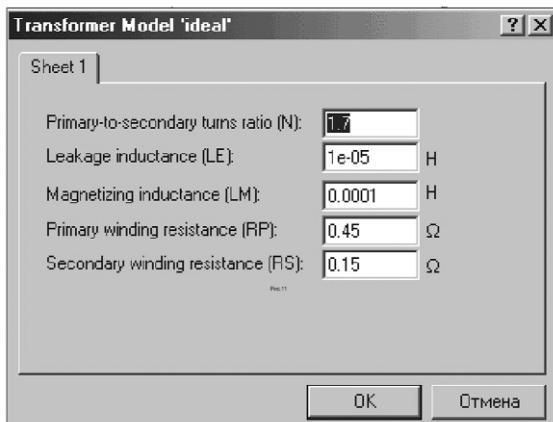

Рис.11
При работе с данной программой наибольшие трудности возникают при выборе модели трансформатора. Дело в том, что заранее его характеристики неизвестны. В программе EWB предусмотрена возможность двух разновидностей трансформаторов линейного и нелинейного. Для нелинейного требуется указать около 40 неизвестных параметров, что не реально. Поэтому выбираем линейный трансформатор, для которого в модели надо указать только 5 величин (рис.11). Первой из них является коэффициент трансформации, равный отношению чисел витков первичной и вторичной обмоток - Primary-to-secondary turns ratio (N). Имея в руках готовый трансформатор из набора КИТ131 или иной трансформатор, определить N достаточно сложно. Оценку этой величины можно провести из следующих соображений. В так называемых Т-образных схемах замещения трансформаторов принимается, что приведенное активное сопротивление вторичной обмотки трансформатора R_2^* равно активному сопротивлению его первичной обмотки R_1 , т.е. $R_2^*=R_1$. Приведенное активное сопротивление вторичной обмотки
Далее необходимо оценить индуктивность рассеяния - Leakage inductance (LE) и индуктивность магнитопровода - Magnetizing inductance (LM), которые примем равными 0,00001 Гн и 0,0001 Гн соответственно. Последние две позиции в параметрах модели трансформатора (**рис.11**) - это активные сопротивления его обмоток: активное сопротивление первичной обмотки - Primary winding resistance (RP) и активное сопротивление вторичной обмотки - Secondary winding resistance (RS). Эти сопротивления мы уже нашли ранее, что и позволяет полностью охарактеризовать применяемый трансформатор (**рис.11**).